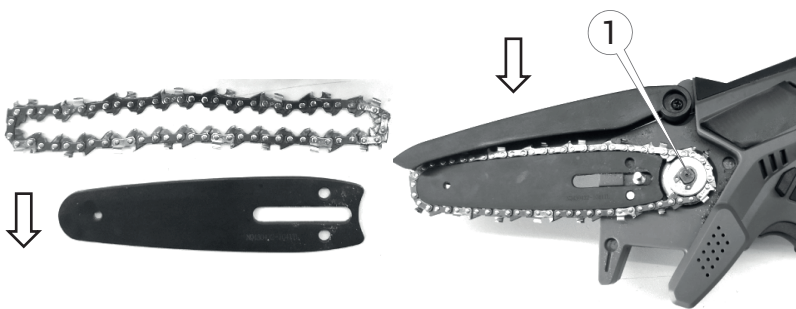

Рисунок 3. Встановлення ланцюга на напрямній.
– тримаючи ланцюг обома руками (рис. 3), розташувати його вздовж напрямної (рис. 3), орієнтуючи його за напрямком руху та ввести ланцюг в зачеплення з веденою зірочкою на «носку» напрямної та встановити «шину» з ланцюгом на напрямну шпильку (1, рис. 3), як зображено на рисунку 3 (шпилька повинна ввійти в отвір «шини»;